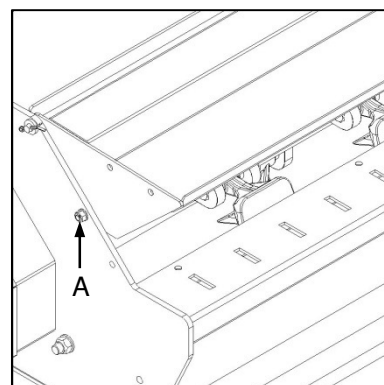

Fig. 4
- ✔ Lift the discharge chute and secure it in position by using the alternate hole available at each end (Fig. 4-A).
- ✔ Lig die afvoergeut op en hou dit in posisie deur die alternatiewe boutgat aan elke punt te gebruik (Fig. 4-A).